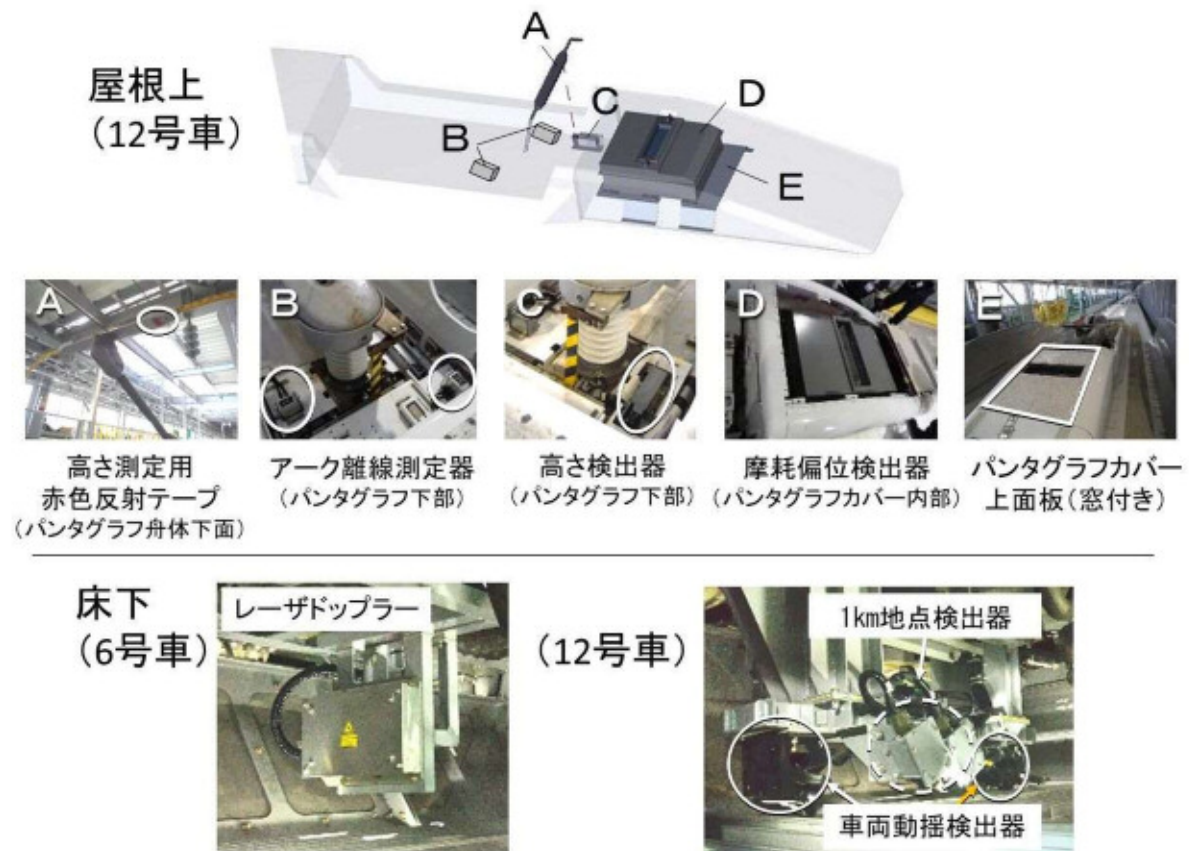
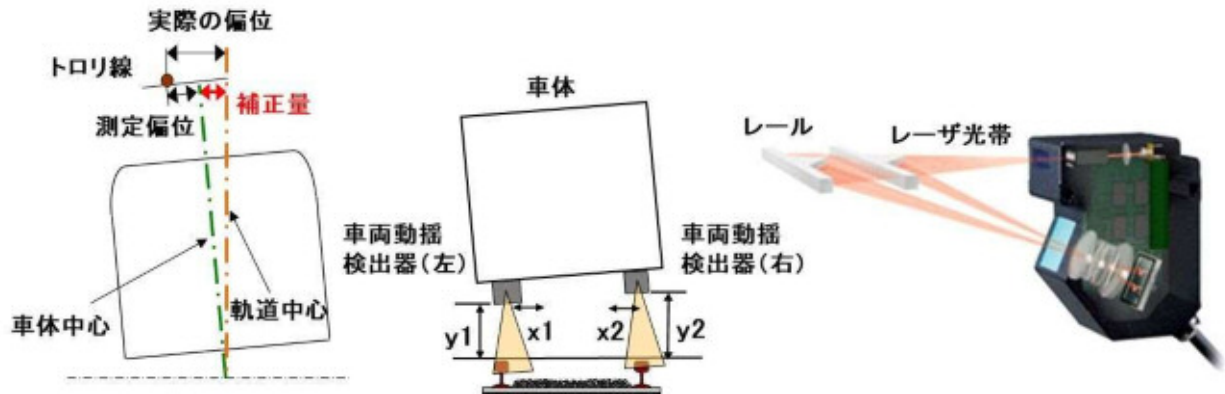

図 3 屋根上及び床下の主な機器
図 6 トリ線偏位測定値の補正
屋根上の機器は図 3 のようにパンタグラフ近傍とパンタグラフカバー内に設置し、メンテナンス性を考慮してパンタグラフカバーは上面板が取り外せる構造とした。システムの詳細を 2.(2)以降で紹介する。
(2) トリ線（摩耗、偏位、高さ）測定
トリ線（摩耗、偏位、高さ）の測定は、12号車屋根上に設置する摩耗偏位検出器（図3のD）、高さ検出器（図3のC）で行う。トリ線は常にパンタグラフと接触するため、パンタグラフのすり板が均等に摩耗するようにレールの方向に対してジグザグに設置されている。このトリ線の枕木方向（レールと直角方向）の移動量を偏位と呼んでいる。開発のコンセプト①をクリアするために、レーザとカメラ画像を併用してコンパクト化し、小型で高精度な測定を可能とした^{*1}。
トリリ線偏位は軌道中心からの移動量で管理しているが、車両による測定においては仕組み上、車体中心からの値として測定される。したがって車両動揺や車体傾斜等の影響により車体中心が軌道中心からずれてしまうと、実際の偏位と一致しない測定値が取得される場合がある。そこで、図6のようにレーザを帯状に照射してレールの輪郭を測定する車両動揺検出器を図3に示す12号車床下に設置して、車体
電気軌道総合試験車はJR東海所属のT4編成とJR西日本所属のT5編成の2編成体制で運行していたが、T4編成が2025年1月に運行を終了し、現在はT5編成のみの運行となっている。今後老朽化等によりT5編成の運行が終了しても、営業列車（N700S編成）による多頻度で効率的な測定により、東海道新幹線のトロリ線の健全性は引き続き担保され、安全安心な輸送サービスを提供できると考えている。余談ではあるが、本システムを搭載した編成に特別な表示はされていないため、外観上の見分けは12号車パンタグラフ箇所（図3のAとE）のみである。旅行や仕事等で東海道新幹線を利用される折にもし搭載編成に遭遇したら、「お客様を目的地に安全・快適に運びながら、同時に人知れず日々インフラの点検を行っている」ことを思い浮かべていただくと幸いです。ドクターイエローとはまた違った意味で「幸せ」になれるかも・・・！？・・・かもしれません。